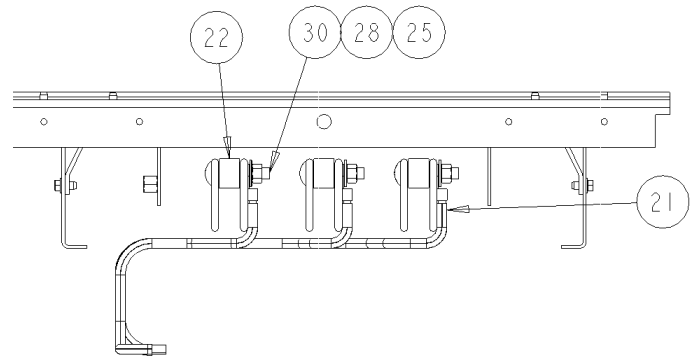

Figure 6. Assemblages enfichables sans trous de .281-pouce carré. (Les bobines intérieures ne sont pas montrées pour plus de clarté.)
- *Assemblages enfichables et panneaux électriques sans trous carrés .281 pouce (Barre omnibus verticale).* Glisser un espaceur pour chaque phase [22] entre les barres omnibus verticales et installer un boulon de carrosserie $3/8-16 \times 2"$ [30] dans un trou de .406-pouce carré situé vers l'arrière de la barre omnibus verticale intérieure, comme montré à la Figure 6. Utiliser les trous à l'extrémité supérieure dans l'espace de $7X (9^{5/8})$ que l'unité TVSS peut atteindre. Glisser une borne de l'assemblage du câble [21] sur chaque boulon de carrosserie. Installer une rondelle à ressort de $3/8"$ [25] et un écrou $3/8-16$ [28] sur chaque boulon et serrer à 200 po.-lb.